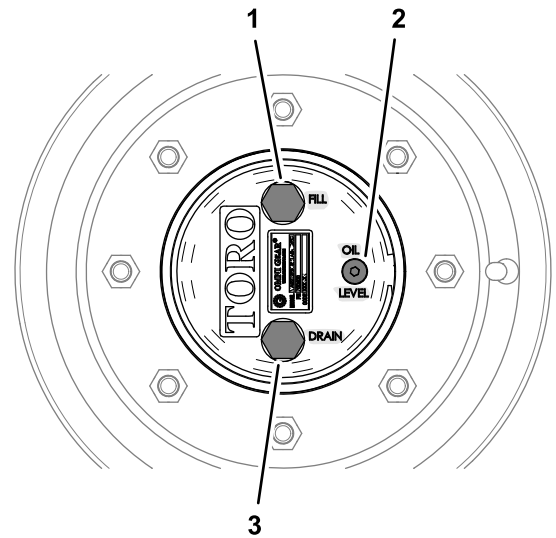

Figura 93
1. Con la macchina su una superficie pianeggiante, posizionate una ruota in modo che il tappo di riempimento si trovi nella posizione superiore (a ore 12) e il tappo di spurgo si trovi alla posizione inferiore (a ore 6) (Figura 93).
1. Con la macchina su una superficie piana, posizionate una ruota in modo che il tappo di riempimento si trovi nella posizione superiore (a ore 12) e il tappo di spurgo si trovi nella posizione inferiore (a ore 6); fate riferimento alla Figura 93 in Controllo del lubrificante per riduttori planetari \(pagina 72\).